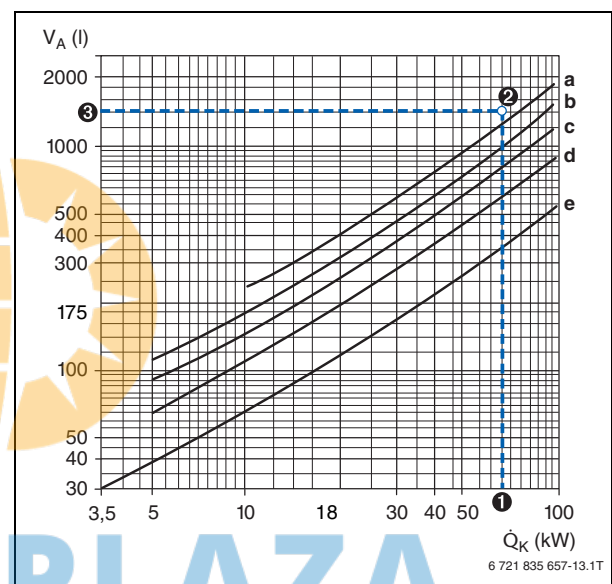

Bild 17 Anhaltswerte für den durchschnittlichen Wasserinhalt von Heizungsanlagen (nach ZVH-Richtlinie 12.02)
In Abhängigkeit von verschiedenen Parametern der Heizungsanlage lässt sich das Anlagenvolumen aus Bild 17 ablesen.
(→ Bild 17, Kurve a)
Das nach Punkt ③ aus dem Bild 17 abgelesene Anlagenvolumen muss kleiner sein als das maximal zulässige Anlagenvolumen ④. Trifft das nicht zu, ist ein größeres Ausdehnungsgefäß zu wählen.
- ① Vorlauftemperatur (→ Tabelle 9): $\vartheta_V = \leq 50^\circ\text{C}$
- ② Vordruck des AG (→ Tabelle 9): $p_0 = 1,5\text{ bar}$
- ③ Anlagenvolumen (→ Bild 17): $V_A = 1400\text{ l}$
- ④ Erforderlich ist ein AG mit 80 l Inhalt (→ Tabelle 9), weil hierfür das nach Bild 17 ermittelte Anlagenvolumen ③ kleiner als das maximal zulässige Anlagenvolumen ist.